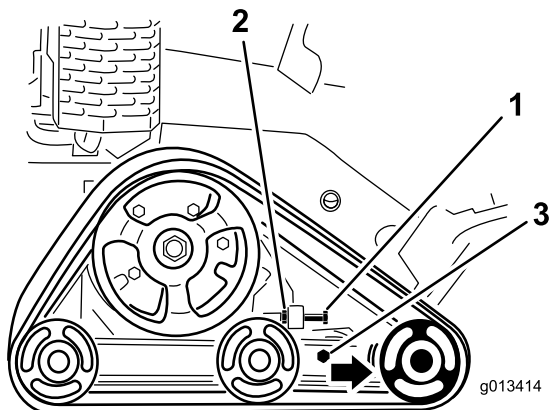

Figura 43
3. Allentate il controdado sul bullone di tensionamento dei cingoli e i bulloni del serrafilo sul braccio di tensione (Figura 43).
4. Serrate il bullone di tensionamento a un valore compreso tra 32,5 e 40 N·m per stringere il cingolo (Figura 43).
4. Allentate il bullone di tensione e il controdado (Figura 43).
5. Allentate i bulloni serrafilò (Figura 43).